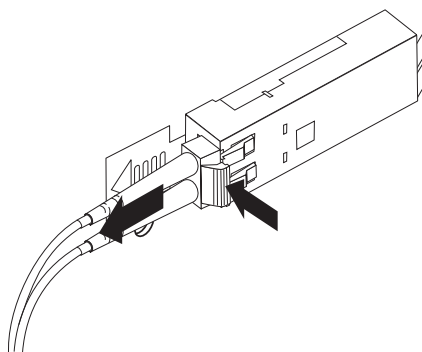

图 31. 拔下 LC-LC 光纤通道电缆
2. 在按下电缆拉杆的同时，小心地拉动接口，以从 SFP 模块拔下电缆，如图 31 中所示。